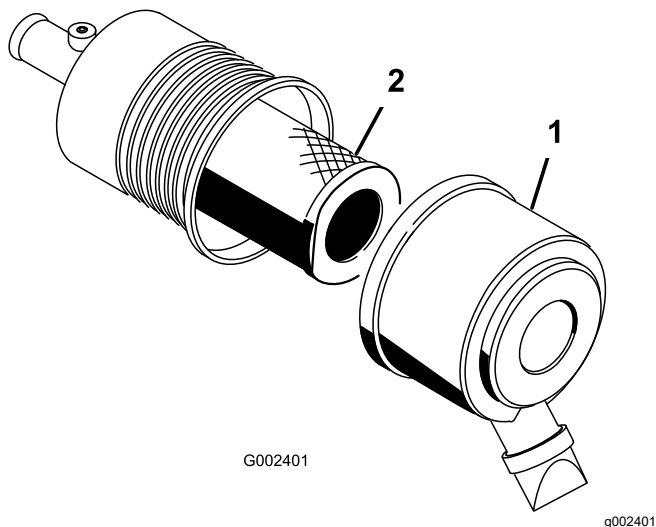

Figura 59
1. Abra los cierres del limpiador de aire y tire de la tapa de la entrada de aire para separarla del cuerpo del limpiador de aire (Figura 59).
3. Extraiga con cuidado el filtro del cuerpo del limpiador de aire (Figura 59).
5. Introduzca el filtro con cuidado sobre el tubo de la carcasa (Figura 59).
6. Instale la tapa del limpiador de aire con el lado hacia arriba, y fije los cierres (Figura 59).